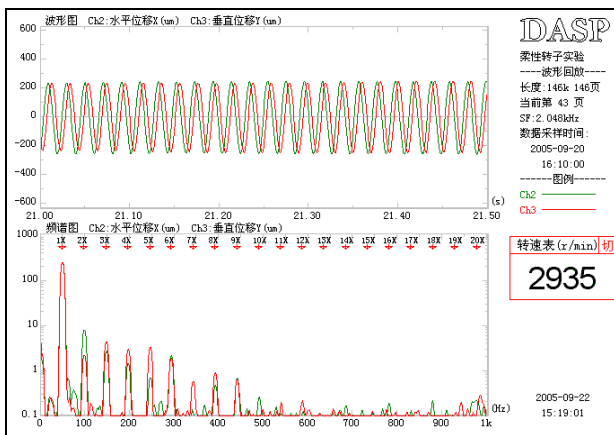

图 1.6 波形和频谱双显分析
- 3 波形和频谱双显分析：同时包含波形和频谱的分析，如图 1.6；